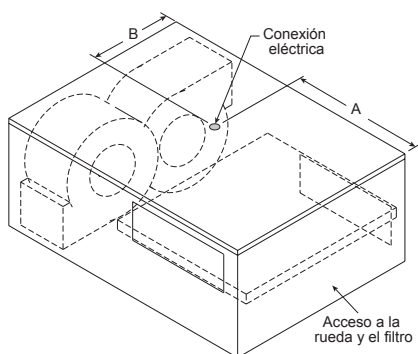

Figura 10
- b. La línea de energía principal se debe conectar a los conductores adecuados de la unidad. La energía se puede enrutar hacia el ventilador por la abertura que se encuentra en la parte de abajo de la unidad. Consulte la tabla y la Figura 10 para conocer ubicación de la abertura.